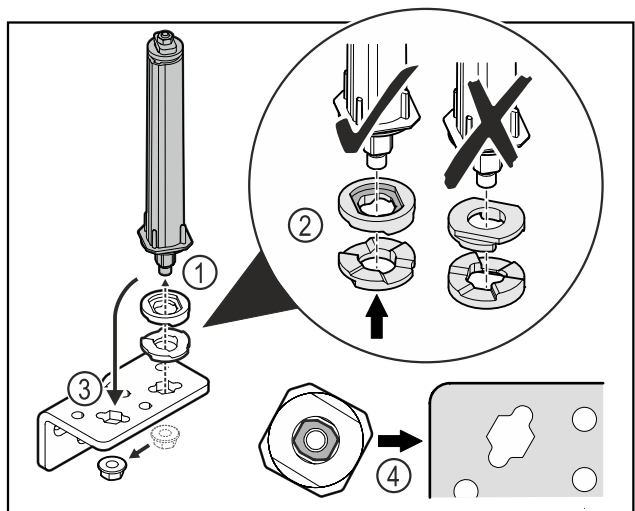

Fig. 52
- Λύστε το παξιμάδι και αφαιρέστε το σύστημα κλεισίματος πόρτας Fig. 52 (1).
- Βεβαιωθείτε για τη σωστή ευθυγράμμιση των ροδελών ρύθμισης ύψους Fig. 52 (2).
- Μεταφέρετε το σύστημα κλεισίματος πόρτας στη γωνία μεντεσέ και στερεώστε με το παξιμάδι Fig. 52 (3).
- Κατά την τοποθέτηση βεβαιωθείτε για τη σωστή ευθυγράμμιση του συστήματος κλεισίματος πόρτας Fig. 52 (4).